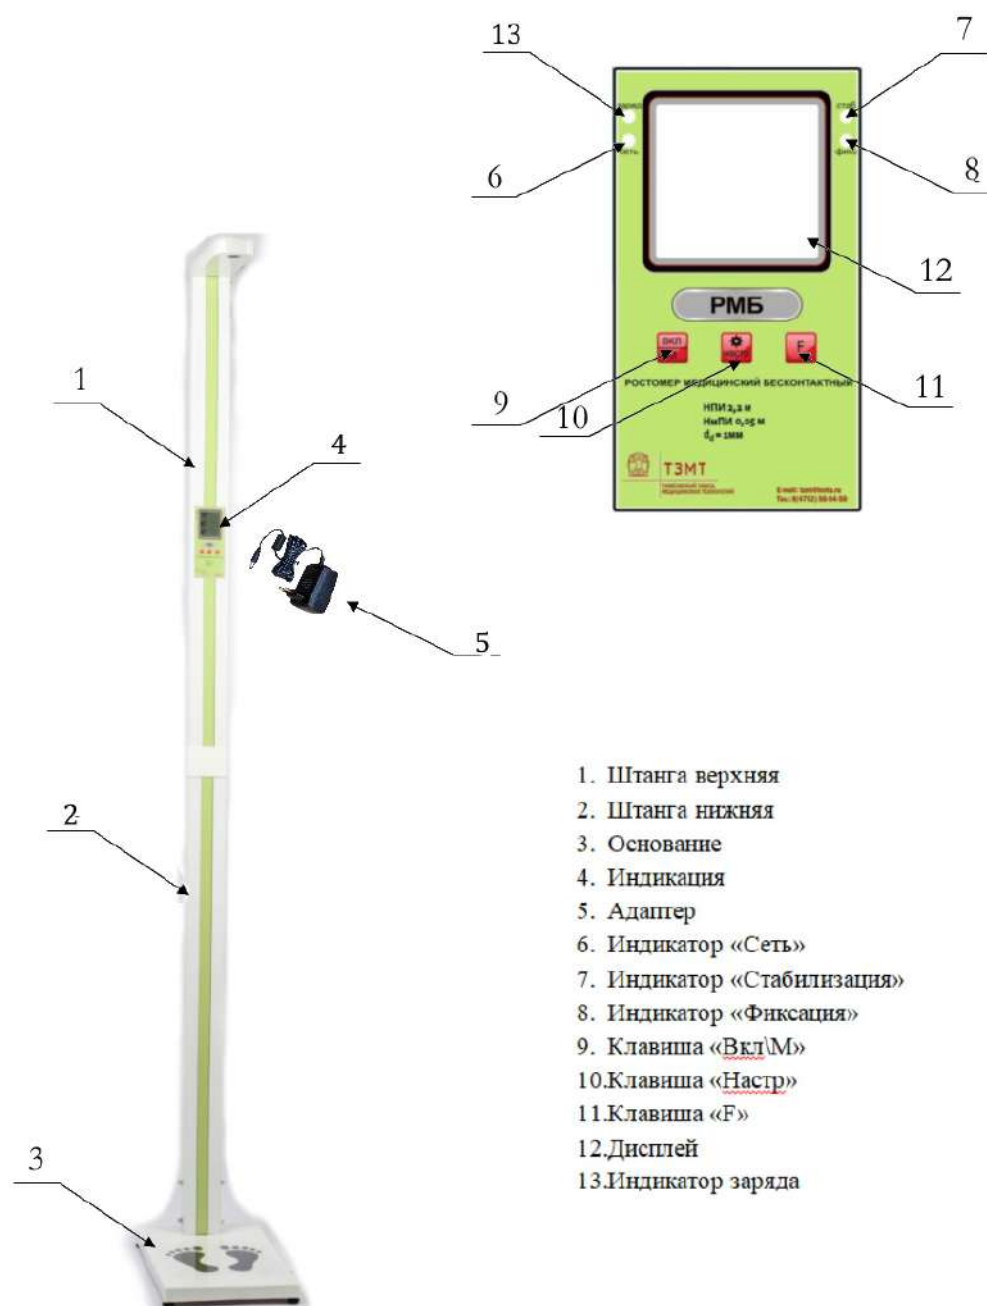

Рисунок 1 Общий вид ростомера
2.1. Общий вид ростомера, представленный на рис.1, дает полное представление о составе и устройстве ростомера.